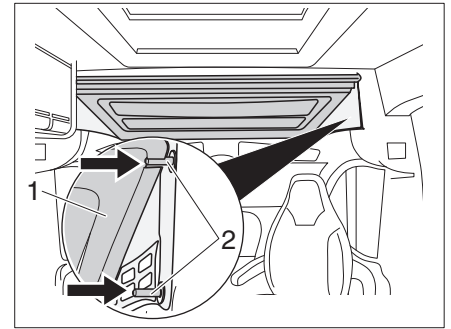

Bild 28 Multiroof nach oben geklappt
- ▷ Darauf achten, dass beim Herabklappen des Multiroofs (Bild 28,1) dieses immer auf beiden Verriegelungsbolzen (Bild 28,2) links und rechts sicher aufliegt.
Das Multiroof (Bild 28,1) kann mit den Verriegelungsbolzen (Bild 28,2) in zwei verschiedenen Höhen positioniert werden.
- Das Multiroof (Bild 28,1) mit einer Hand anheben. Mit der anderen Hand auf die oberen bzw. unteren Verriegelungsbolzen (Bild 28,2) drücken und das Multiroof in der gewünschten Position einklipsen.
- Das Multiroof (Bild 28,1) durch sanftes Drücken nach oben aus der Arretierung der Verriegelungsbolzen (Bild 28,2) nehmen.